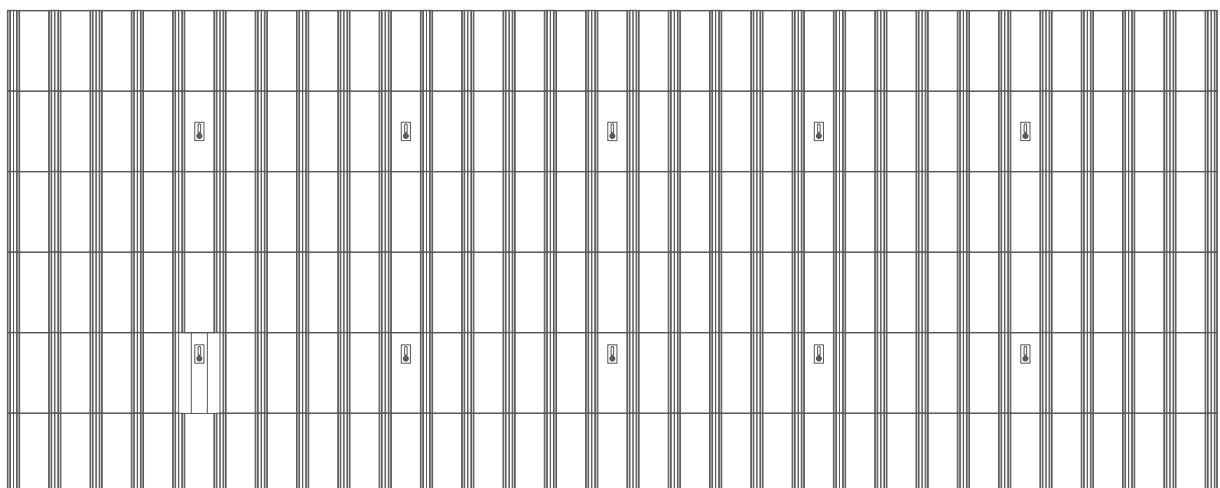

Abb. 3. Bestimmung des Ortes für die Montage der tragenden Stützen
- 2 Vor dem Montieren sollte auf dem Dach die Stelle bestimmt werden, an der die Tragkonstruktion der Photovoltaikmodule befestigt wird. Für M10-Schrauben ist vorher ein 97 mm großes Bohren an der Montagestelle erforderlich, und für M12-Schrauben ist ein 38 mm großes Bohren erforderlich (Abb. 3).